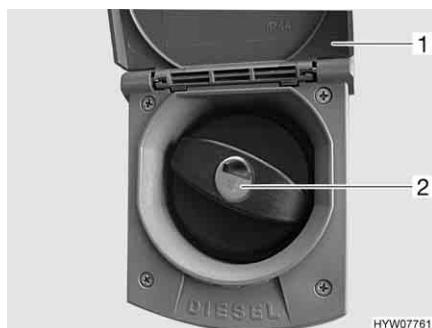

Fig. 34 Coperchio per bocchettone di riempimento per il rifornimento di carburante
Apertura: ■ Alzare lo sportello (Fig. 34,1) verso l'alto.
■ Inserire la chiave nel cilindro della serratura (Fig. 34,2) e ruotare in senso antiorario.